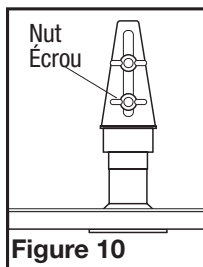

Figure 10
- Locate the lamp holder bracket mounted on the back wall of the hood (**Figure 10**).
- Trouvez le support de lampe monté sur le mur arrière de la hotte (**Figure 10**).